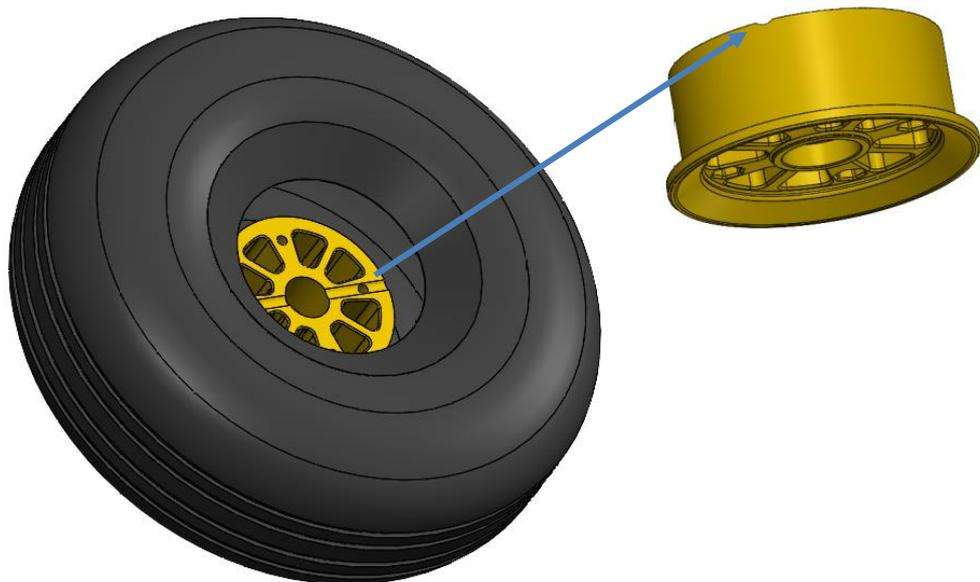

Figura 21
- e. Coloque a roda na prensa e aplique força sobre a chapa espaçadora para descolar o aro do pneu, até que o aro seja completamente removido de dentro do pneu. Conforme Figura 21.
- a. Posicione o aro sobre a bancada de forma que a porção menor do diâmetro de passagem do bico da câmara fique embaixo. Veja Figura 21.